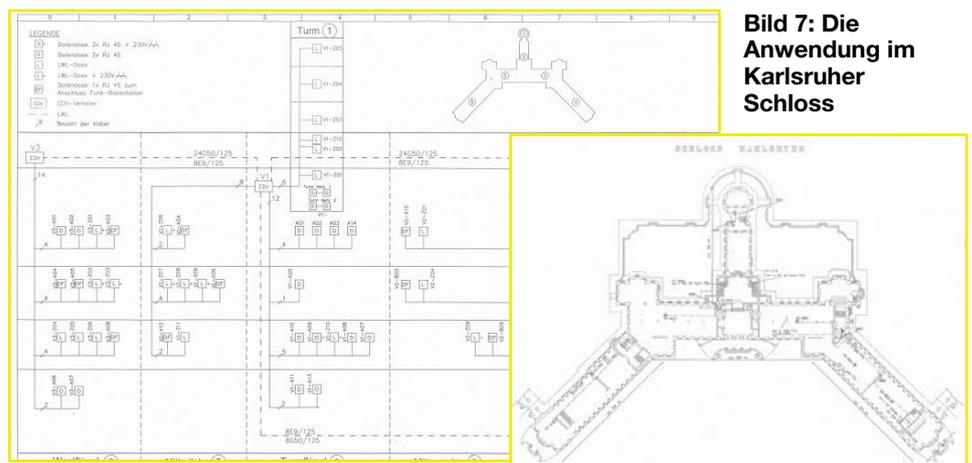

Bild 7: Die Anwendung im Karlsruher Schloss
7. Überall dort, wo die Bausubstanz geschont werden muss, verbietet sich oft die Neuverlegung von Vernetzungskabeln. Das gilt in besonderem Maße für historische Gebäude unter Denkmalschutz. So sind beispielsweise die Räume des Badischen Landesmuseums im Karlsruher Schloss (Abbildung 7) mit HomePNA und dem bestehenden Telefonsystem schnell und kostengünstig datentechnisch vernetzt worden. **ELV**